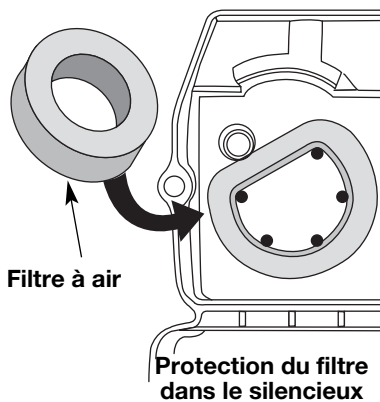

Fig. 24
2. Retournez le couvercle et inspectez l'intérieur pour repérer le filtre à air. Retirez le filtre à air de l'intérieur du couvercle du filtre à air/silencieux (Fig. 24).
6. Remplacez le filtre à l'intérieur du couvercle du filtre à air/silencieux (Fig. 24).